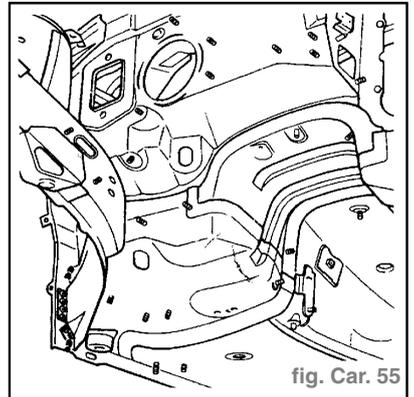

fig. Car. 55
- Vue extérieure (fig. Car. 55)